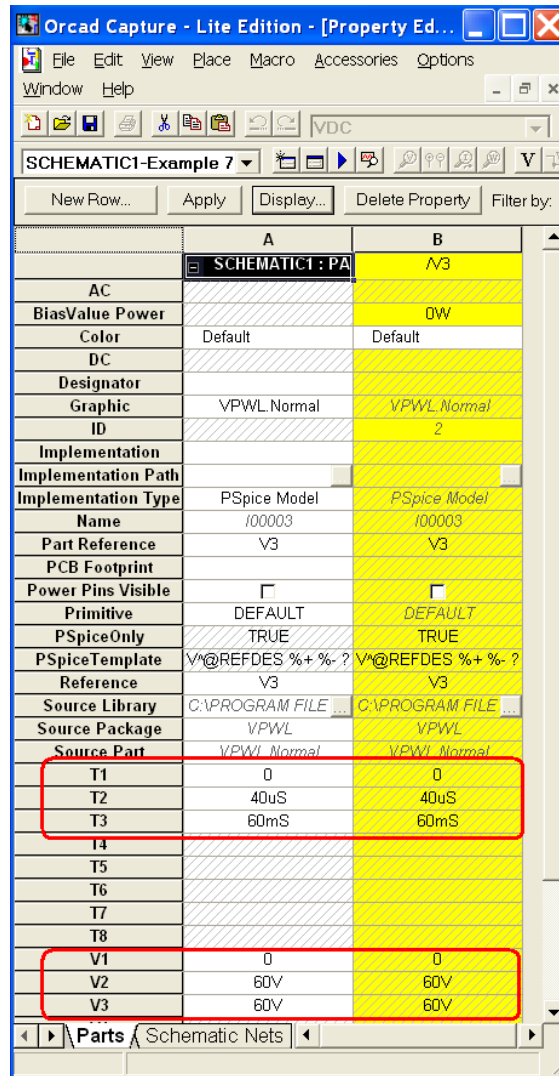

图 56. 修改分段线性电源的 Properties
2) 修改分段线性电源的 Properties, 使它与图 56 相同.